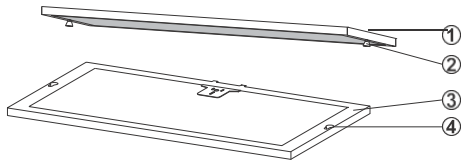

Fig. 7: Colocación del filtro de carbón activo
2. ➔ El filtro de carbón activo se instala en la parte trasera del filtro de aceite metálico. Empuja hacia un lado a fin de retirarlo (Fig. 7).